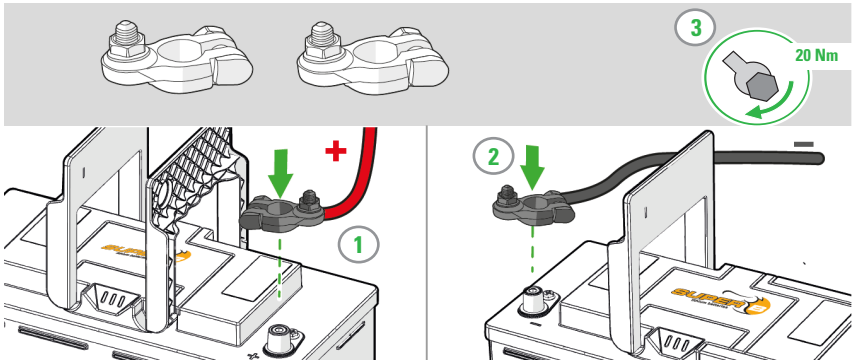

Abbildung 7. Anschluss von Stromkabeln mit Kfz-Polklemmen
1. Schließen Sie die Last oder das Ladegerät an den X2 Pluspol der Lithium-Ionen-Batterie an. (Abbildung 7)
2. Schließen Sie die Last oder das Ladegerät an den X1 Minuspol der Lithium-Ionen-Batterie an. (Abbildung 7)